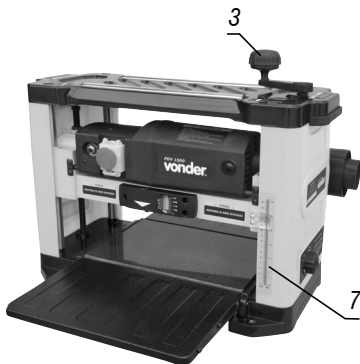

Fig. 5 – Ajuste de profundidad
- Utilice la manopla de ajuste de profundidad (3) para aumentar o reducir la profundidad de corte. Una vuelta corresponde a un cambio en la profundidad de corte de aproximadamente 2 mm (Fig. 5);
- Gire la manopla de ajuste de profundidad (3) hacia la izquierda para aumentar la profundidad de corte (Fig. 5);
- Gire el botón de ajuste de profundidad (3) para dirigir para reducir la profundidad de corte.
- A través de la escala de ajuste de profundidad (7) es posible obtener la profundidad de corte de la pieza a ser trabajada (Fig. 5);